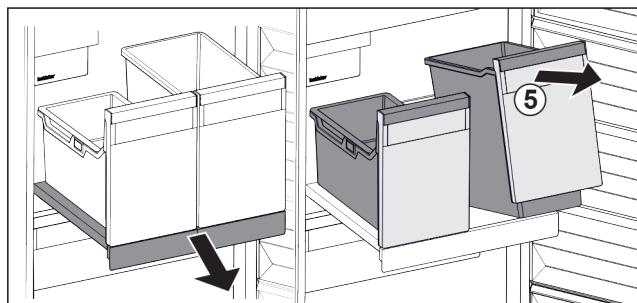

Fig. 100
- ▶ Nadvihnite nádobu Fig. 100 (5) vpred.